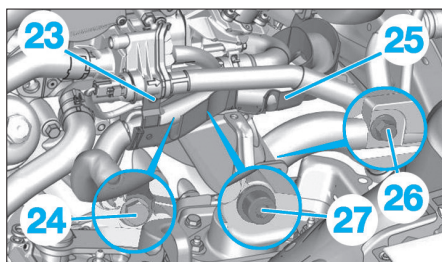

Fig. 8
- les vis (23) et (24) (Fig.8).
- Ecarter la goulotte de faisceau moteur (25).
- la vis (26) du fil de masse,
- la vis (27) du démarreur.